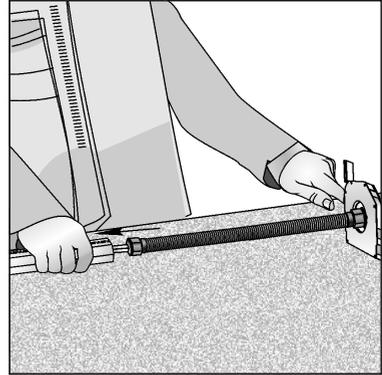

Abb. 10
- c) Markieren und bohren Sie 3 Durchgangslöcher X5,5 mm in den Deckeln für nachfolgende Montage von Führungsrollen RGH/77. Machen Sie auf der Außenseite des Deckels Senkungen für Schraubenköpfe (Abb. 10 -12);